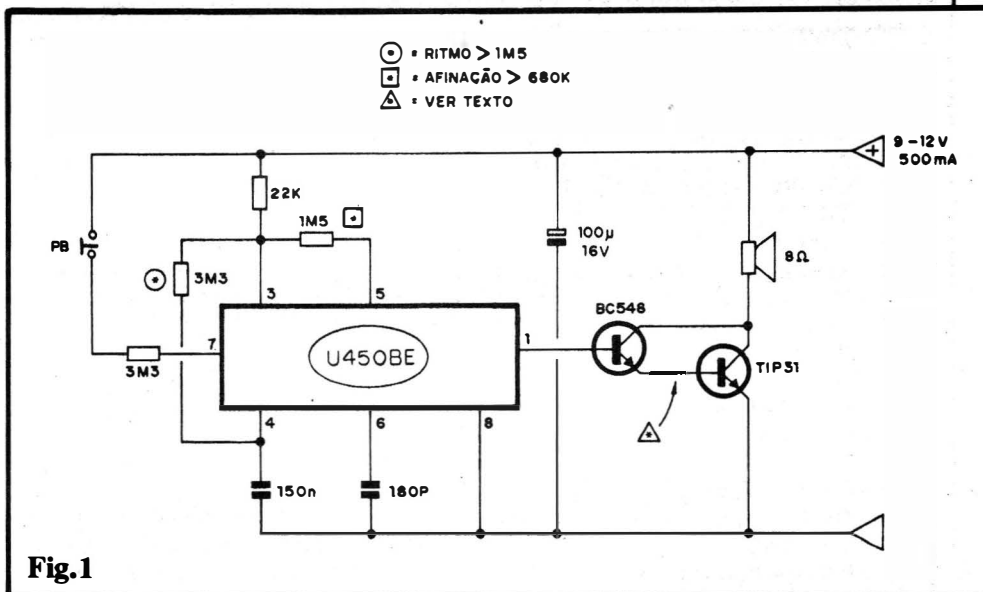
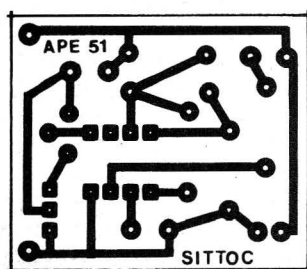
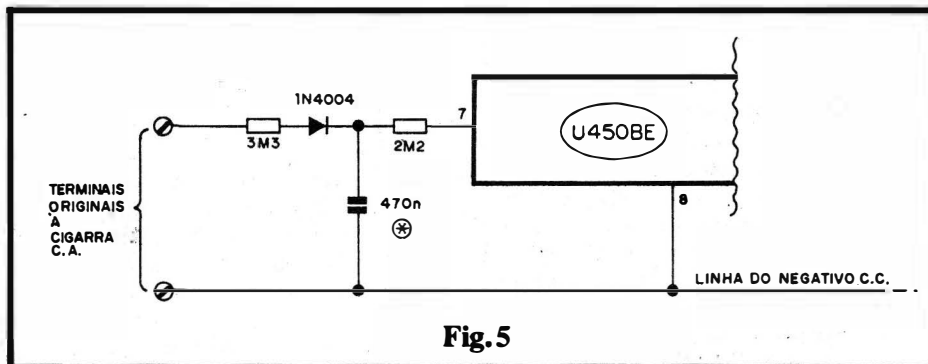
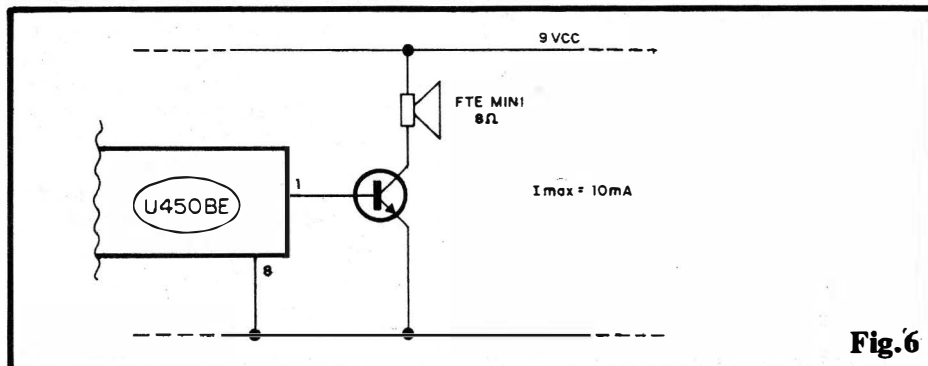

Fig.1
Fig. 2
Fig.5
Fig.6
- FIG. 1 - O CIRCUITO - No "coração" da montagem está o mencionado Integrado dedicado, específico (tanto que o seu próprio "nome técnico", atribuído pelo fabricante, é GERADOR DE 3 TONS, PARA EQUIPAMENTOS ELETRÔNICOS DE "CHAMADA"...). Dentro do "bichinho" temos pelo menos 10 importantes blocos funcionais, incluindo dois clocks (um para as tonalidades básicas e outro para o sequenciamento), comutadores, fontes de Corrente e de Tensão de referência, múltiplos divisores programáveis de Frequência (responsáveis pela harmonia dos tons gerados...) e módulos de saída (em **push-pull**, embora no presente circuito aproveitamos apenas uma das "fases" da dita Saída...), etc. Se o Leitor/Hobbysta de A.P.E. já não estivesse acostumado com as modernas maravilhas da micro-Eletrônica, seria até difícil de acreditar que **tanta coisa** foi "enfiada" dentro daquela minúscula caixinha preta de 8 pinhas...! Uns poucos resistores e capacitores externos (cujos valores devem ficar dentro de parâmetros específicos, recomendados pelos Manuais do fabricante...)
- FIG. 2 - LAY OUT DO CIRCUITO IMPRESSO ESPECÍFICO - Do tamanho de uma caixa de fósforos (algumas décadas atrás, um circuito desse
gênero demandaria uma placa do tamanho de uma caixa de sapatos!) a plaquinha é de facilíma confecção... Atentar para o seguinte: o **lay out** refere-se, obviamente, ao módulo básico, descrito em diagrama esquemático na fig. 1... Qualquer das eventuais adaptações ou alterações propostas no decorrer do texto, ou nas demais ilustrações, poderá acarretar a necessidade de modificações no desenho do padrão cobreado... De qualquer forma, contudo, o **lay out** da fig. 2 poderá sempre servir como "esqueleto" dos diagramas a serem desenhados, especificamente para as necessidades. A escala da figura 1:1 (tamanho natural, é só "carbonar", diretamente...) e o desenho, traçagem, corrosão, limpeza e furação da placa devem seguir as normas e instruções exaustivamente mencionadas em A.P.E. Outra coisa: o bom aproveitamento dessa técnica construcional (Circuito Impresso) exige o acompanhamento de algumas normas elementares - porém importantes - mencionadas sempre nas INSTRUÇÕES GERAIS PARA AS MONTAGENS... Quem ainda for muito "começante", deve consultar tais instruções, lá nas primeiras páginas de toda A.P.E.
- **FIG. 5 - ADAPTANDO A SITTOC MAIS ESPECIFICAMENTE, PARA CAMPAINHA RESIDENCIAL** - Nas instalações domésticas já existentes, normalmente a conexão da campainha da porta segue o esquema de intercalar o interruptor de pressão entre uma cigarra (instalada na área de serviços, num **hall**, ou mesmo na **copa/cozinha**...) e a C.A. local... Nesse caso, para máximo aproveitamento da instalação já existente, basta remover a cigarra para C.A. original e promover o acoplamento do circuito da SITTOC, porém com a anexação da rede protetora/conformadora mostrada na figura... Nesse caso, o resistor original de 3M3 (rever fig. 1) será eliminado, substituído pelo conjunto formado pelos resistores de 2M2 e 3M3 (este em "nova posição", notem...), capacitor de 470n x 250V e diodo 1N4004... O capacitor é importante por dois motivos: filtra o zumbido de C.A. que interferiria com os sons gerados pelo circuito e, ao mesmo tempo, introduz uma certa temporização automática ao sistema, com o que, mesmo um breve toque na campainha proporcionará uns 2 ou 3 segundos de "manutenção" no
sequenciamento harmônico da SITTOC, "dando tempo" para a execução de - pelo menos - as suas três notas fundamentais... O restante do circuito fica exatamente como descreve o diagrama da fig. 1.
- **FIG. 6 - "MANEIRANDO" A POTÊNCIA DE SAÍDA DA SITTOC** - No módulo básico (fig. 1), a Potência de saída não é do tipo "desprezível"... Apesar da simplicidade do circuito, a sonoridade é bastante forte e "impressiva"... Entretanto, em algumas aplicações (como em brinquedos, por exemplo...), o Hobbyista pode pretender uma sonoridade bem mais branda, aliada a um consumo de Corrente também "maneiro", adequando o conjunto à alimentação por pilhas ou bateriazinha... Nesse caso - conforme indica o diagrama, basta desfazer o **Darlington** de saída, eliminando o transistor TIP31 (esse arranjo permite inclusive, com alguma atenção e habi-
lidade, aproveitar-se sem modificações de desenho, o **lay out** de Circuito Impresso - fig. 2...) e mantendo apenas o BC548, este acionando diretamente (via **coletor**, e ao **positivo** da alimentação...) um alto-falante mini, 8 ohms... Sob 9V, no máximo uns 10mA serão drenados da bateria (ou pilhas) durante o sinal sonoro. O conjunto todo ficará suficientemente compacto para fácil "embutimento" em carrinhos ou outros brinquedos, aos quais acrescentará então interessantes efeitos sonoros...
O Hobbysta "macaco velho" (e mesmo o iniciante atento) poderá, a partir do módulo básico - fig. 1 - inventar "mil e uma", desde que atendo-se sempre aos limites e faixas já mencionados... Um ponto importante: os requisitos gerais de Corrente do U450BE são inerentemente **baixos**, e assim, em qualquer caso, o resistor instalado entre o pino 3 e a linha do **positivo** geral da alimentação deverá ser mantido num valor proporcional (nunca inferior aos 22K originais, para Tensões de linha entre 9 e 12V, e naturalmente em maior valor ôhmico, se a alimentação for em "voltagens" também maiores...). Embora o Integrado contenha reguladores internos de Corrente e Tensão para os seus módulos intrínsecos, não se deve "exagerar" os parâmetros, para não correr-se o risco de danos ao componente (ele é bastante robusto, mas mesmo o Rambo, se tomar uma rajada de metralha pelo peitoral, "dançará", né...?). De qualquer modo, no cálculo do resistor série (no caso do circuito básico, o de 22K) da alimentação positiva, ao pino 3, deve levar-se em conta o seguinte: a Corrente **mínima** requerida pelo Integrado fica em torno de 200uA, e a **máxima** absoluta em 10mA... "Lá dentro" do pino 3 existem um zener de 3,73V, sob uma Resistência interna de 50R, que condiciona, automaticamente, os parâmetros de Tensão para os diversos blocos funcionais... Lembrem-se disso, ao eventualmente recalcular a alimentação para circuitos experimentais ou variações do módulo básico ora descrito...